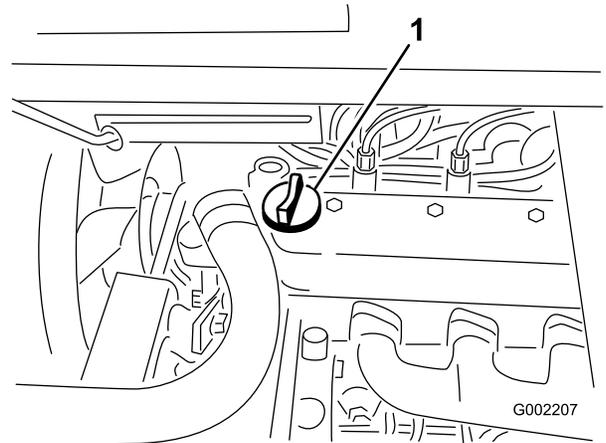

Figura 19
3. Se o nível de óleo estiver baixo, deverá retirar a tampa de enchimento da cobertura da válvula (Figura 19) e deitar óleo na abertura até que o nível suba até à marca Full (cheio) da vareta; consultar Verificação do óleo do motor \(página 42\) acerca do tipo e viscosidade do óleo.